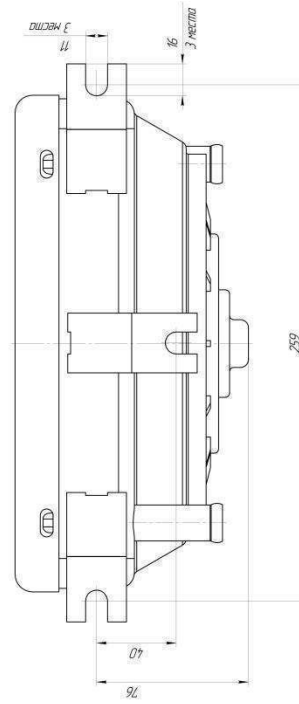

Рис.1 Габаритно-присоединительные размеры отопителя
4. Габаритные размеры, мм	См. рис.1
Закрепите отопитель в устанавливаемом месте при помощи крепежных отверстий согласно рис.1.